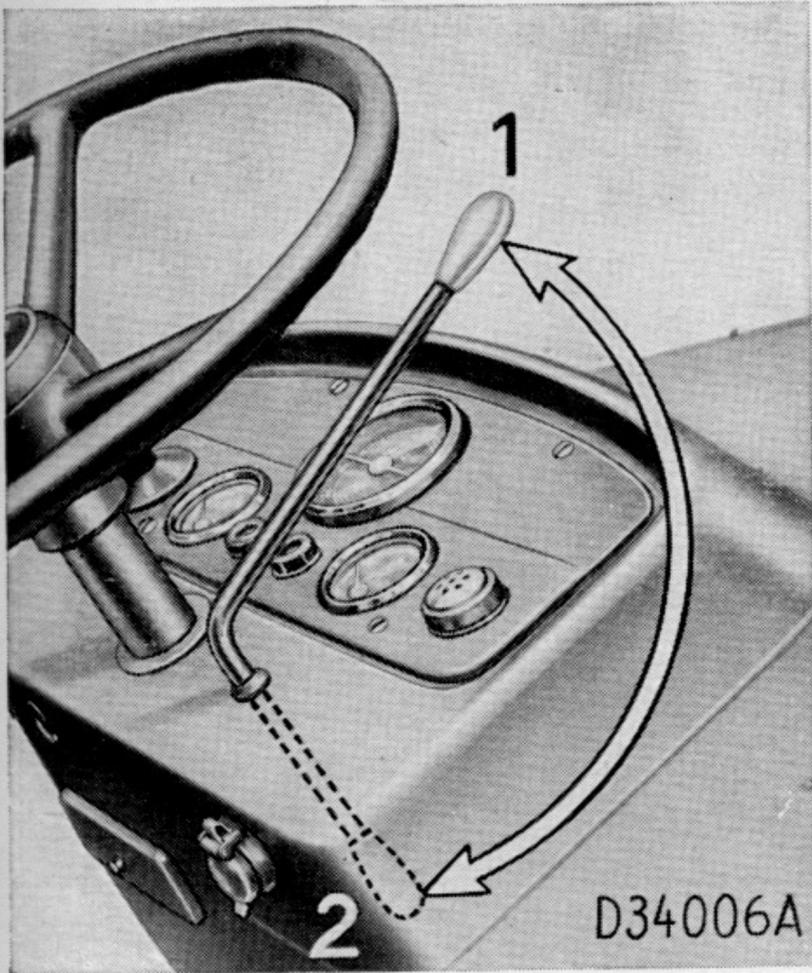

Bild 59. Drehzahlhandhebel
e) **Drehzahlhandhebel** (Bild 59) auf mittlere Drehzahl einstellen.